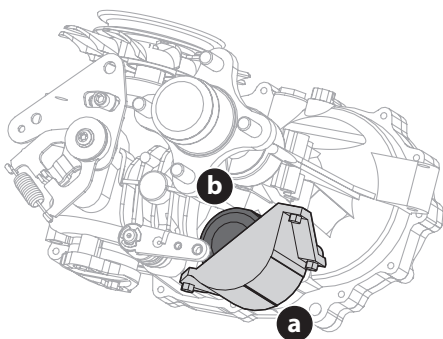

Fig. 26
3. Si nécessaire, procédez comme suit pour remplacer le filtre à huile (Fig. 26) :